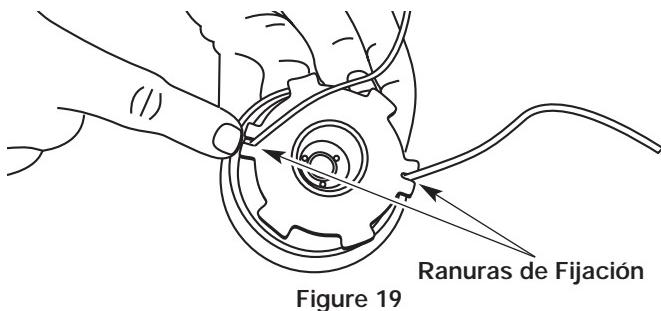

Figure 19
12. Inserte los extremos de la línea en las dos ranuras de fijación (Fig. 19).